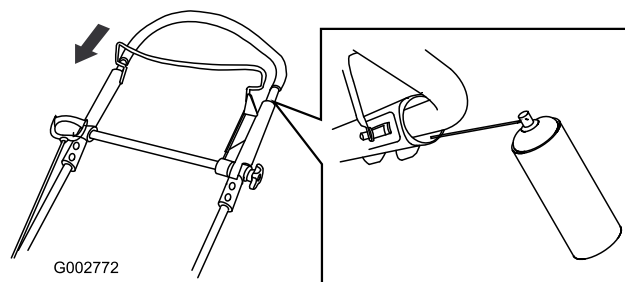

Bild 41
2. Drücken Sie den oberen Bügel ganz nach unten und sprühen Sie die innere Kunststoffoberfläche des äußeren Bügels ein (Bild 41).